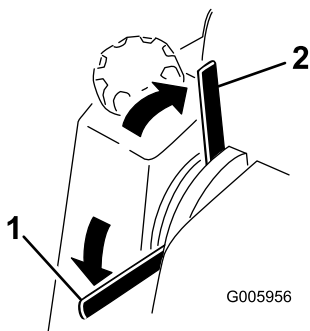

Figura 17
1. Spostate la leva del freno di stazionamento in posizione On (Figura 17).